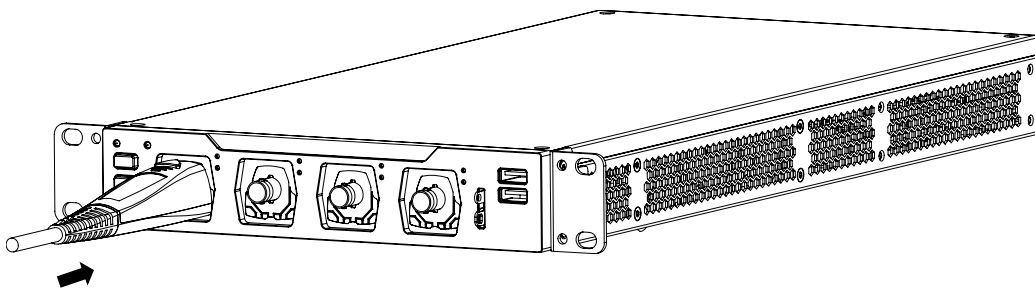

图 1-7 连接有源探头
2. 将有源探头放大器的另一端连接至示波器前面板的模拟通道输入端，如图 1-7 所示。注意将探头推到紧闭的位置。